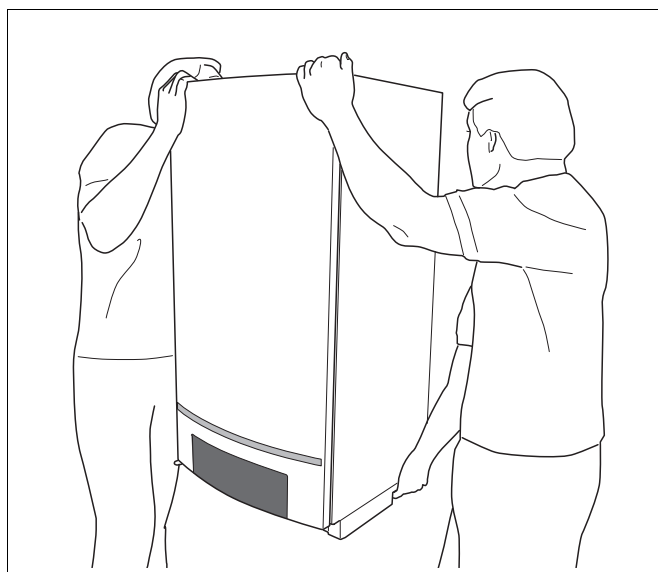

Fig. 2 Sollevare e trasportare la caldaia in modo corretto
- Con l'intervento di due persone, sollevare la caldaia agendo sul retro e sulla guida di trasporto del lato inferiore e agganciarla al supporto a muro (fig. 2, pagina 11).